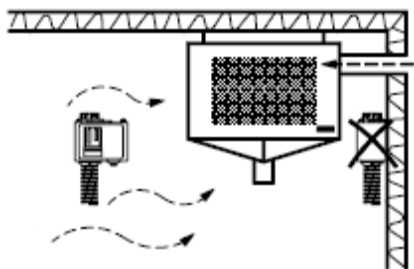

Рис.4.1.
4.4.1. При монтаже RT необходимо обеспечить свободное движение воздуха вокруг чувствительного элемента (рис.4.1).